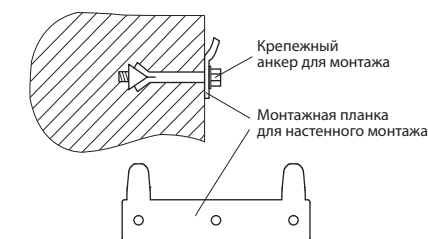

Рис. 5
2. После выбора места монтажа определите места под три анкерных болта. Прodelайте в стене три отверстия необходимой глубины с помощью сверла, соответствующего размеру крепежных болтов. Вставьте винты в монтажную планку для настенного крепежа, закрепите планку на стене, плотно затяните гайки, а затем установите на монтажную планку электрический водонагреватель. (см. рис. 5).